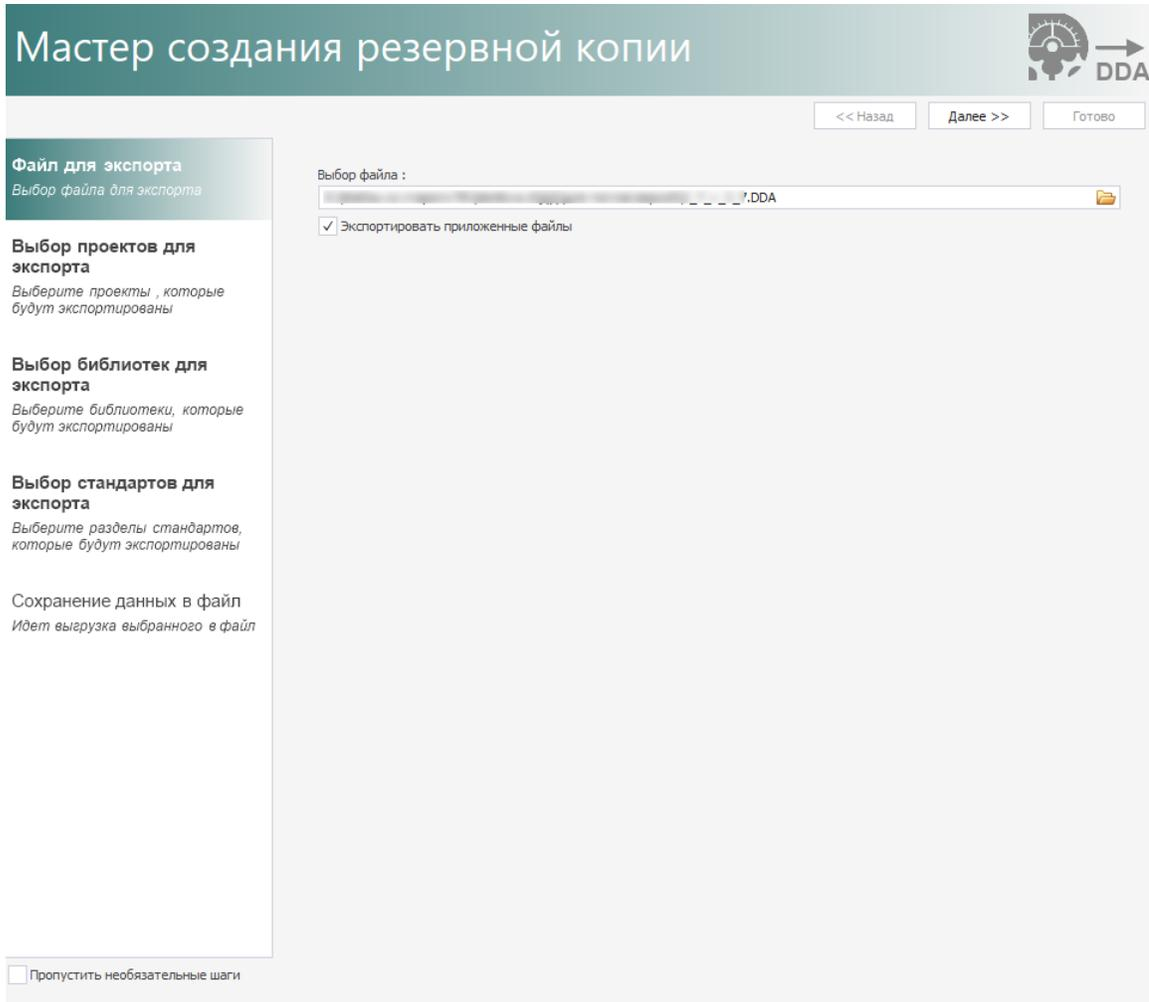

Рис. 2 Выбор директории для сохранения файла резервной копии
3. В окне мастера создания резервной копии на первом шаге выбрать место для сохранения файла в формате *.DDA и нажать «Далее», см. Рис. 2.